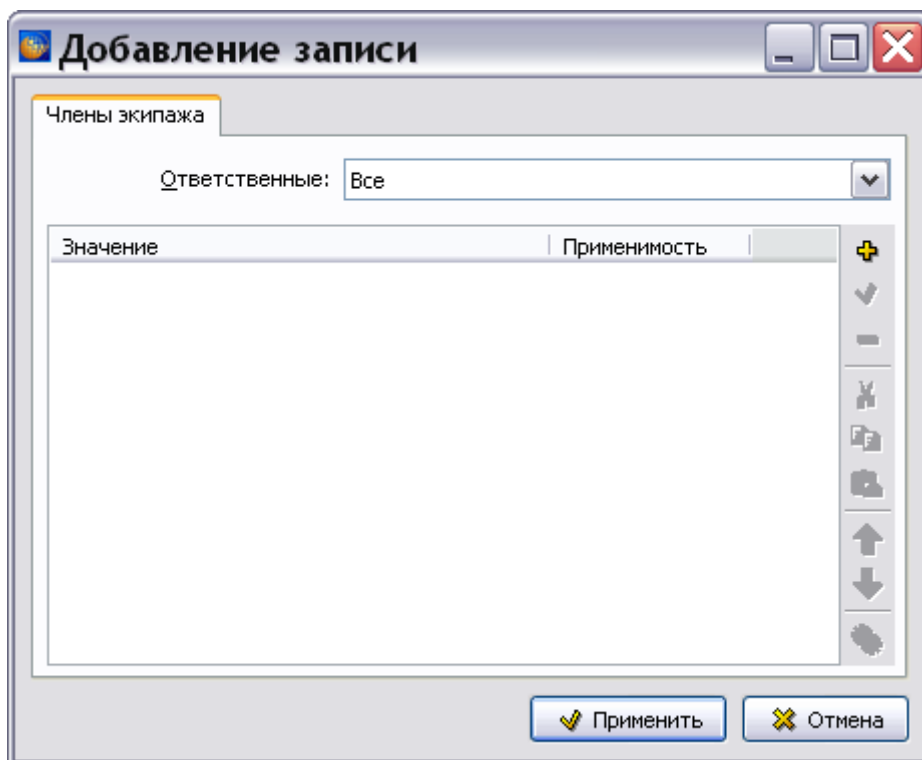

Рис. 13.20
13. Для добавления данных в окне **Экипаж** нажмите на кнопку **Добавить** . После этого появится окно **Добавление записи** (Рис. 13.20).